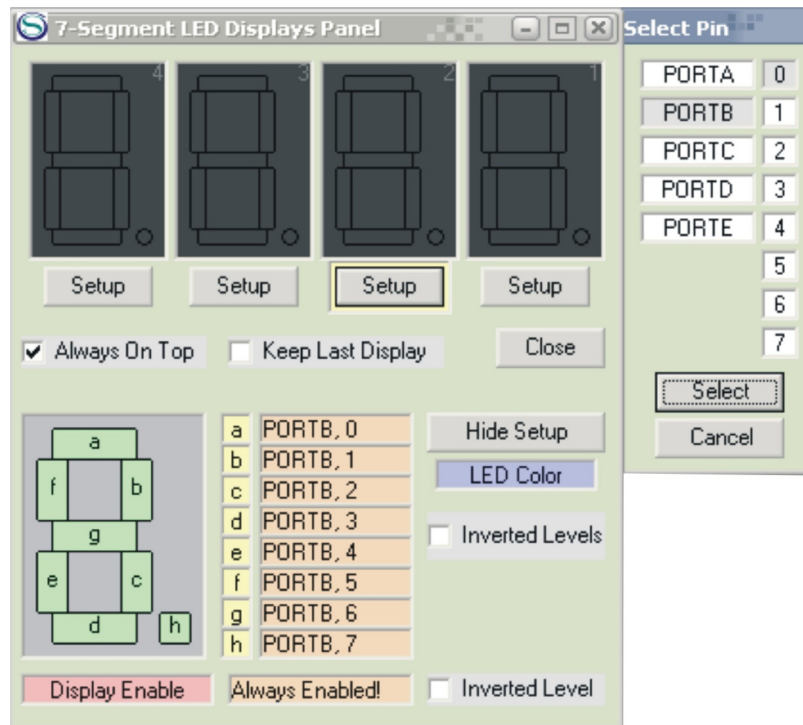

Рис. 7 Налаштування другого справа розряду індикатора для виводу даних
15. У вікні «Select Pin» по чергові натиснути поле «PORTB» і далі «0», після чого натиснути на поле «Select», яке розташоване внизу вікна. Таким чином, вибрано порт B та його вивід RB0 (рис. 7);
2. З вікна з програмою (рис. 7) вибрати десять команд і за таблицею команд асемблера для PIC-контролера (табл. 1) записати коментар щодо призначення цих команд (див. Приклад 2, де наведено такий запис для однієї команди).